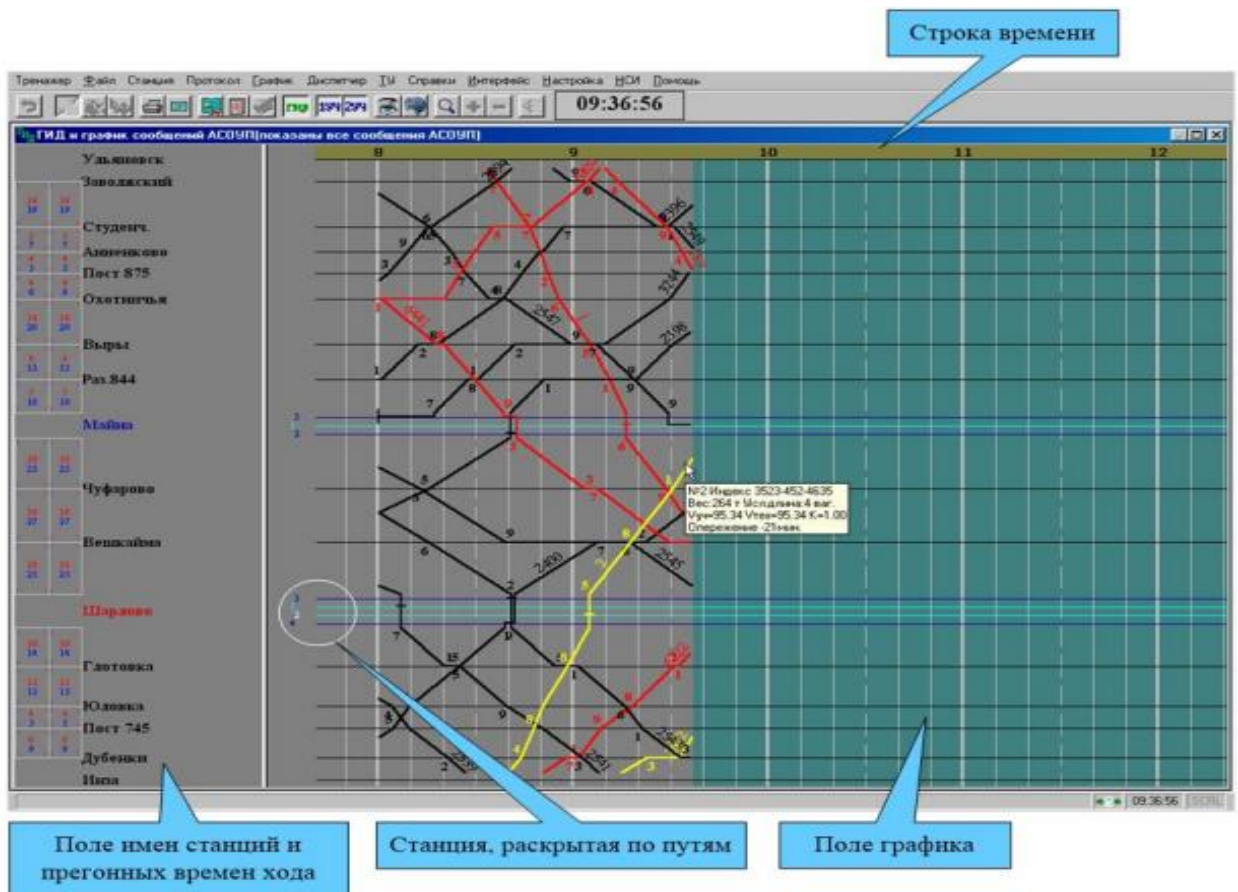

Рис. 7. График исполненного движения
- график исполненного движения (ГИД) (рис.7).
Поле ГИД (рис. 7) разбито на несколько зон:
- установить курсор «мыши» на строку времени (рис. 7);
Изменение масштаба ГИД осуществляется клавишами «↑» и «↓». Для того чтобы «раскрыть» станцию по осям путей (рис. 7), наведите курсор